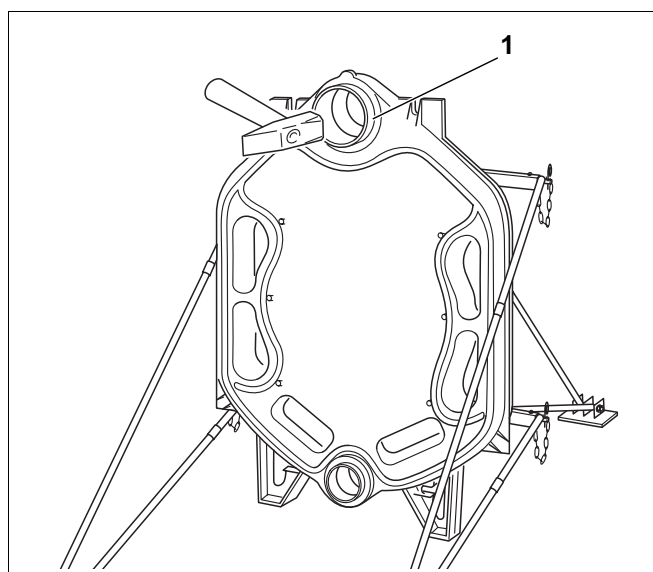

Рис. 9
- Вставить ниппели ровно в верхнюю (размер 4, 181/70) и нижнюю (размер 2, 119/50) ступицу задней секции и забить молотком сильными ударами крест-накрест. После такого забивания верхний и нижний ниппели (рис. 9, поз. 1) должны выступать из соответствующих ступиц примерно на 43 мм (верхний) и 32 мм (нижний).